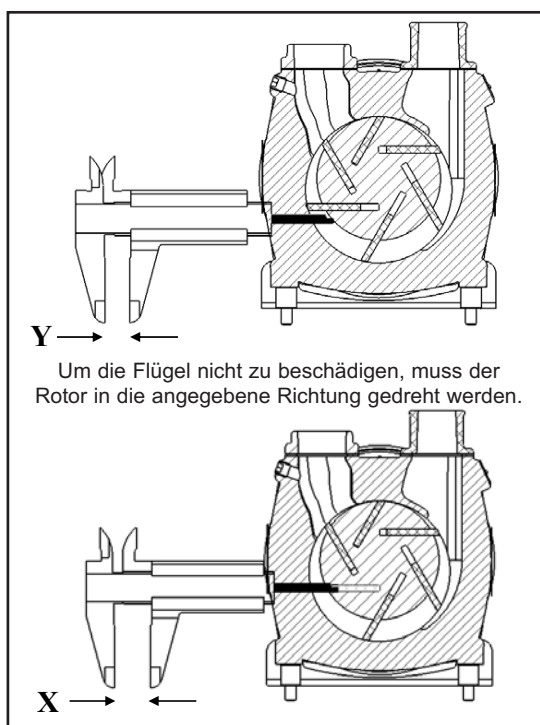

Abb. 10 - Kurzinspektion der Flügel
2. Mit der Schieblehre den Verschleiß wie auf Abb. 10 gezeigt nachmessen.